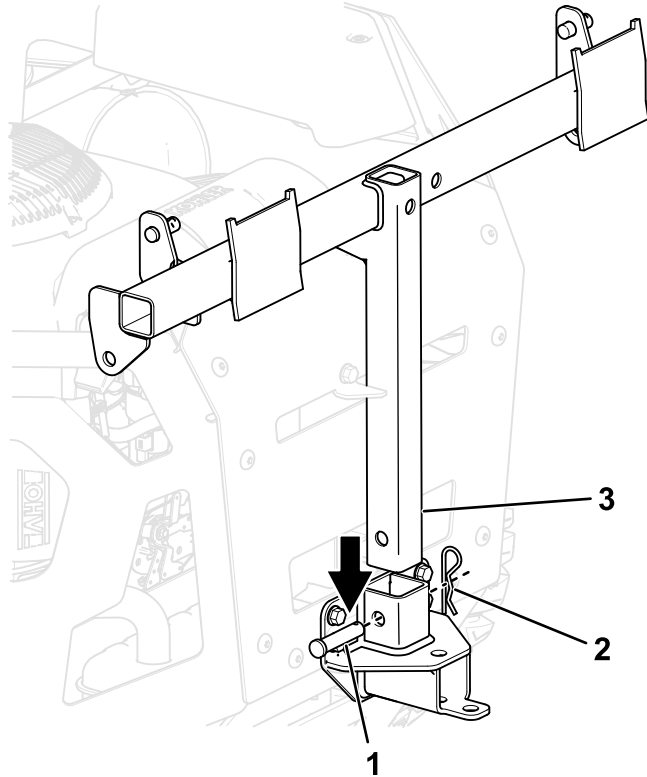

Figura 8
- Montate il telaio del sistema di raccolta sulla staffa di montaggio dei cestri di raccolta utilizzando il perno lungo con testa e una coppia (Figura 8).